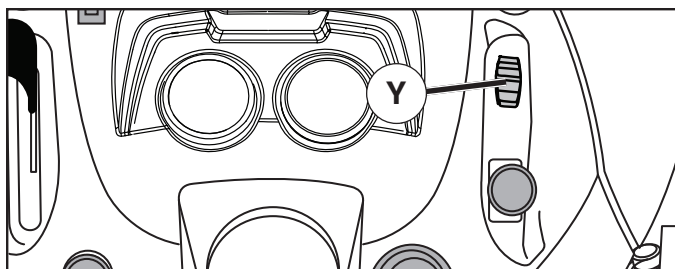

Fig. 14
CÓMO USAR EL CONTROL DEL CIERRE DIFERENCIAL (Y) (Ver la Fig. 14)